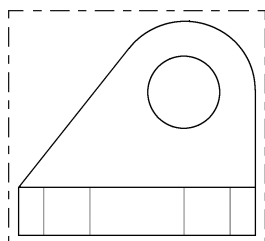

图 10-82 锁定视图移动的状态
(10) 在图形区选取主视图，主视图周围弹出中心线边框，如图 10-82 所示。此时实体移动被锁定，用鼠标左键拖动视图时不能移动视图位置。